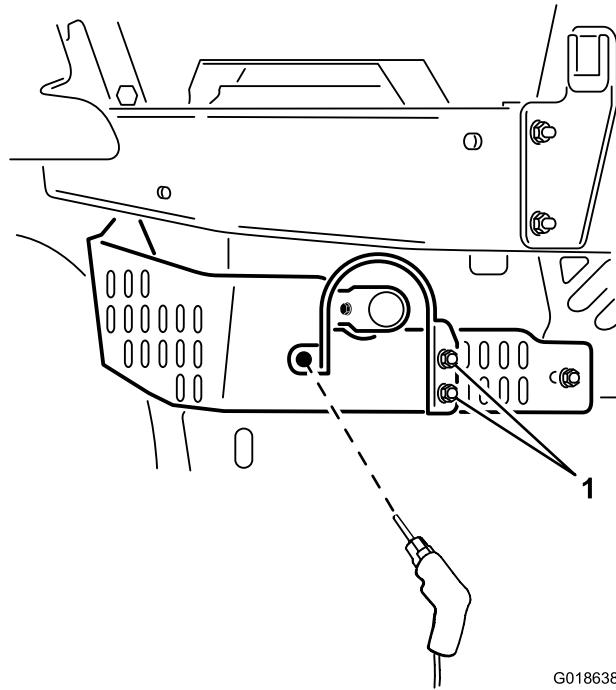

Bild 8
- i. Fluchten Sie den rechten Flansch des Auspuffschutzblechs (der Flansch mit zwei Löchern) mit den zwei vertikalen Schlitten an der linken Seite in der Motorschutzvorrichtung unten links aus (Bild 8).
- ii. Fluchten Sie die untere Kante des rechten Flansch am Auspuffschutzblech mit der unteren Kante der Motorschutzvorrichtung aus (Bild 8).
iv. Fluchten Sie den linken Flansch des Auspuffschutzblechs (der Flansch mit einem Loch) mit dem eckigen Bereich der Motorschutzvorrichtung unten links aus (Bild 8).